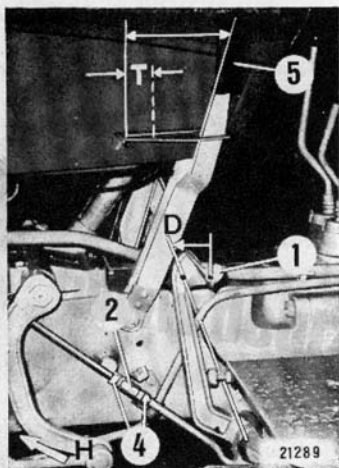
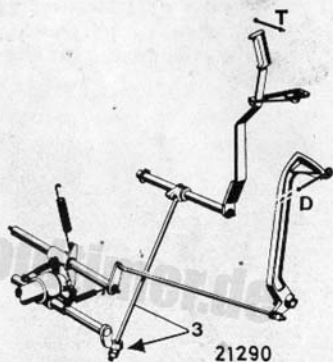

Bild 82
Bild 83
Druckstange ③ durch Verstellen der Muttern (Pfeil Bild 83) soweit verkürzen, bis am Hebel ⑤ Bild 82 ein Totgang von ca. 25 mm erreicht wird. Muttern wieder kontern. Die Druckstange ist nach Abnahme des Verschußdeckels -H- unter dem Kupplungsgehäuse zugänglich.